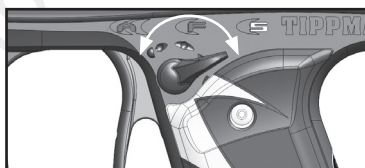

Figura 6: El Botón Selector a la Posición de Seguro
Función de Seguro (S): Botón de selección que se observa en la figura 6 esta en posición de Seguro. En la posición de Seguro le Gatillo esta bloqueado y todos las partes electrónicas desactivadas haciendo inoperable el marcador.